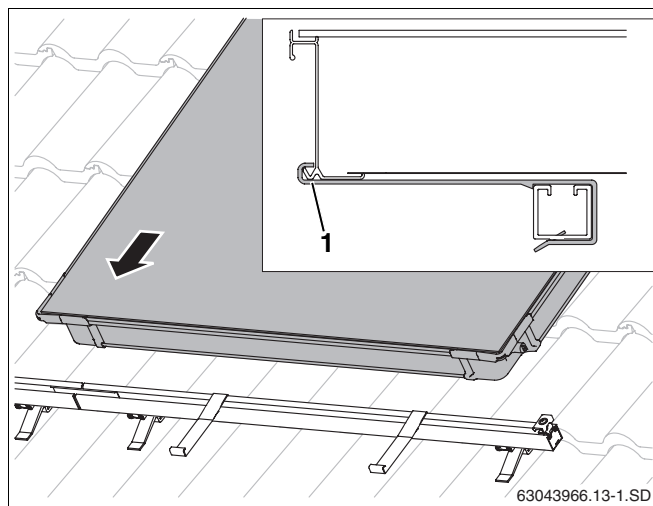

Fig. 42 Poser le premier capteur sur les rails profilés
- Poser le premier capteur sur les rails profilés et laisser glisser dans les dispositifs de sécurité anti-glissement (fig. 42).
Le bord inférieur du capteur doit se trouver dans l'orifice du dispositif anti-glissement (fig. 42, **pos. 1**).